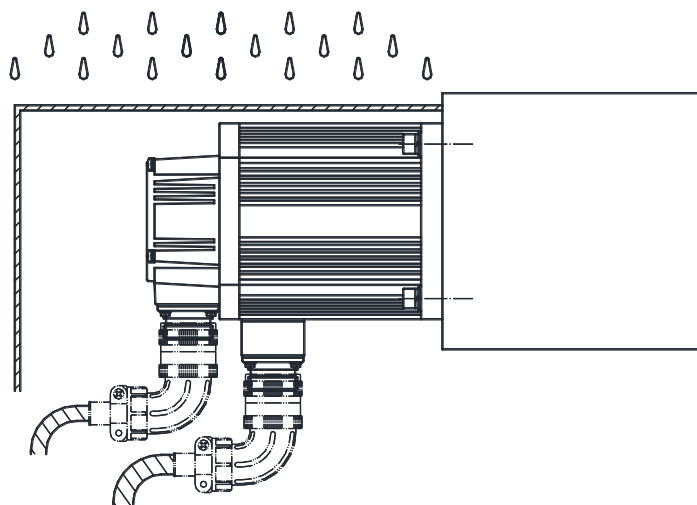

图 11
9.1 电动机结构按 GB/T 4208—2017/IEC 60529: 2013 《外壳防护等级 (IP 代码)》，GB/T 4942—2021 《旋转电机整体结构的防护等级 (IP 代码) 分级》的 IP54(或 IP65) 进行防护，防止人体触及电动机内部危险部件，以及外来物质的干扰，保证电动机正常工作。但大部分切削液、润滑剂等液态物质渗透力很强，电动机长时接触这些液态物质，可能会导致不能正常工作或使用寿命缩短。因此，在电动机安装使用时需采取适当的防护措施，尽量避免接触上述液态物质，更不能将其置于液态物质里浸泡（如图 11 所示）。
9.2 当电动机线缆排布不当时，可能会导致切削液等液态物质沿电缆导入并积聚到接插件处，继而引起电动机故障。因此，在安装使用时尽量使电动机接插件侧朝下（如图 11 所示）或朝水平方向布置。